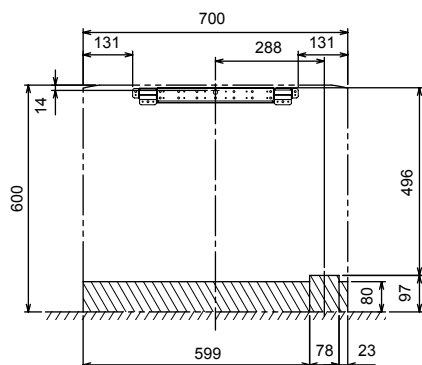

Fig. 3-7
1) Pijpen achter of linksachter (Fig. 3-7)